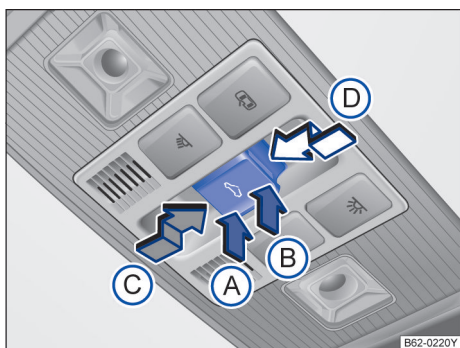

图 56 顶篷上的天窗控制按钮
📖 按钮→图 56 设有 2 挡位置。1 挡位置：可完全打开天窗，或部分翻开天窗，打开或关闭天窗。
- 触发防夹功能后 5 秒钟内按压 **(📖)** 按钮→图 56，沿箭头**(D)** 方向将按钮保持在 2 挡位置，直至天窗完全关闭。